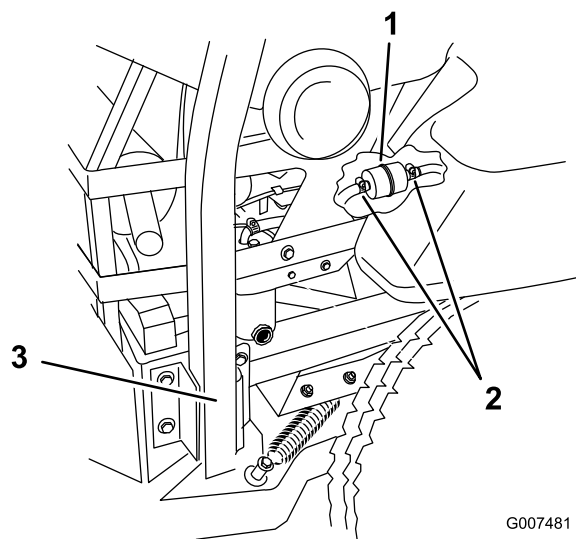

Figura 53
5. Afloje las dos abrazaderas y desconecte los tubos de combustible del filtro de combustible (Figura 53).